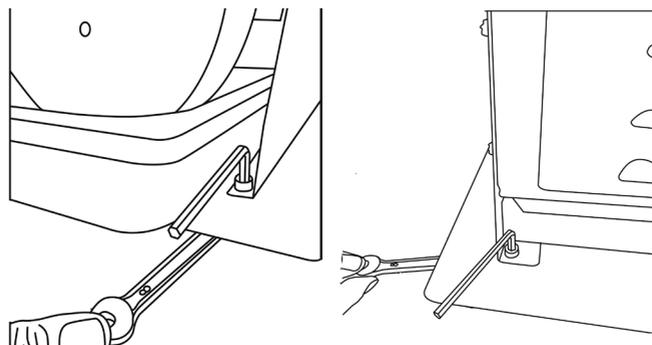

Fig. 10
1. Remova os 4 pés de borracha (12) da máquina.
4. Fixe firmemente a máquina à superfície da bancada com quatro parafusos (M6X30 mm) pela ordem parafuso(17)+bancada de trabalho + anilha plana (17b) + anilha de mola (17a) + porca (17c) usando uma chave de porcas hexagonal apropriada e uma chave de boca (não fornecida) (Fig. 10).
5. Para remover os parafusos (17), use a operação oposta